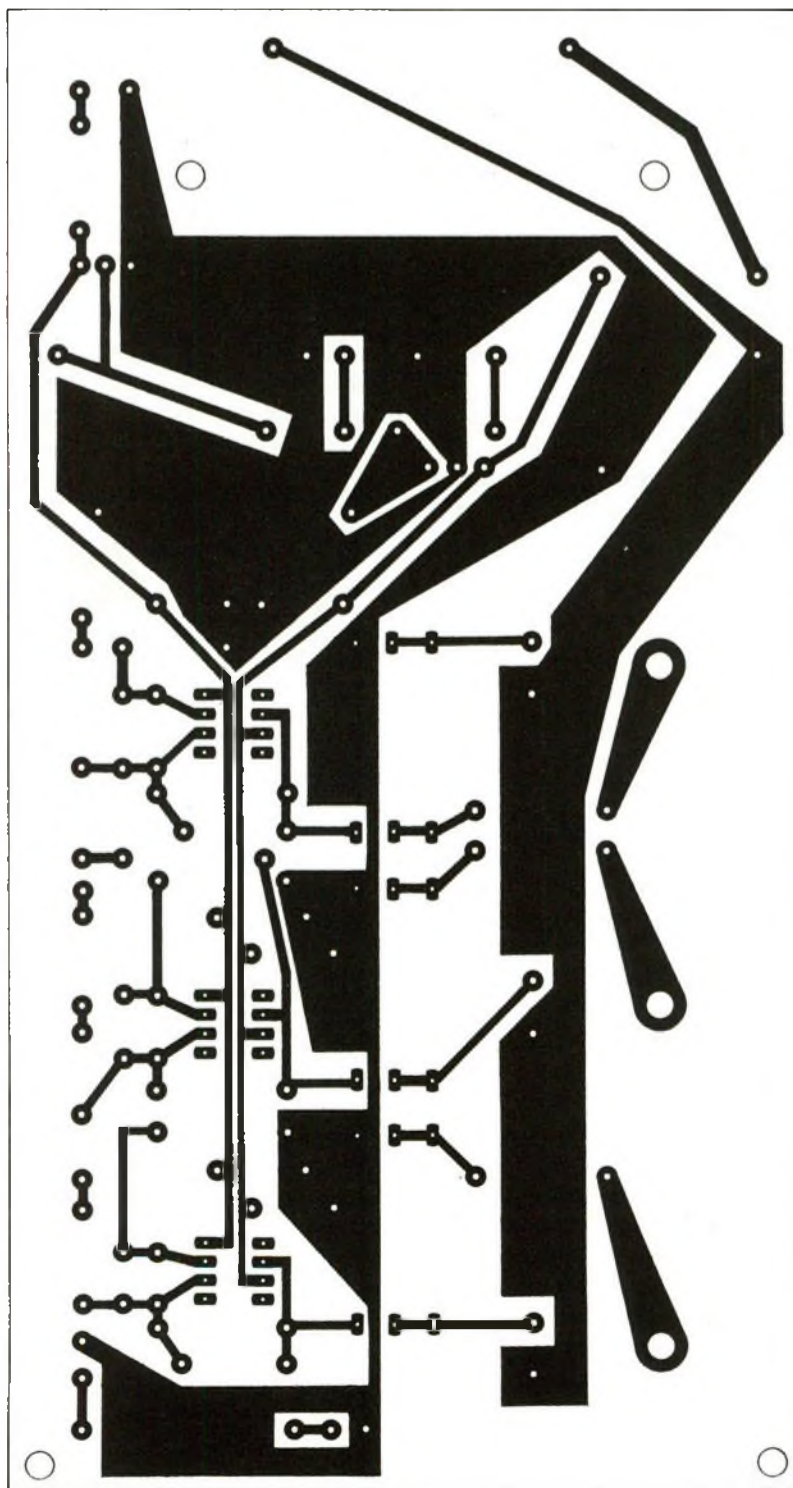
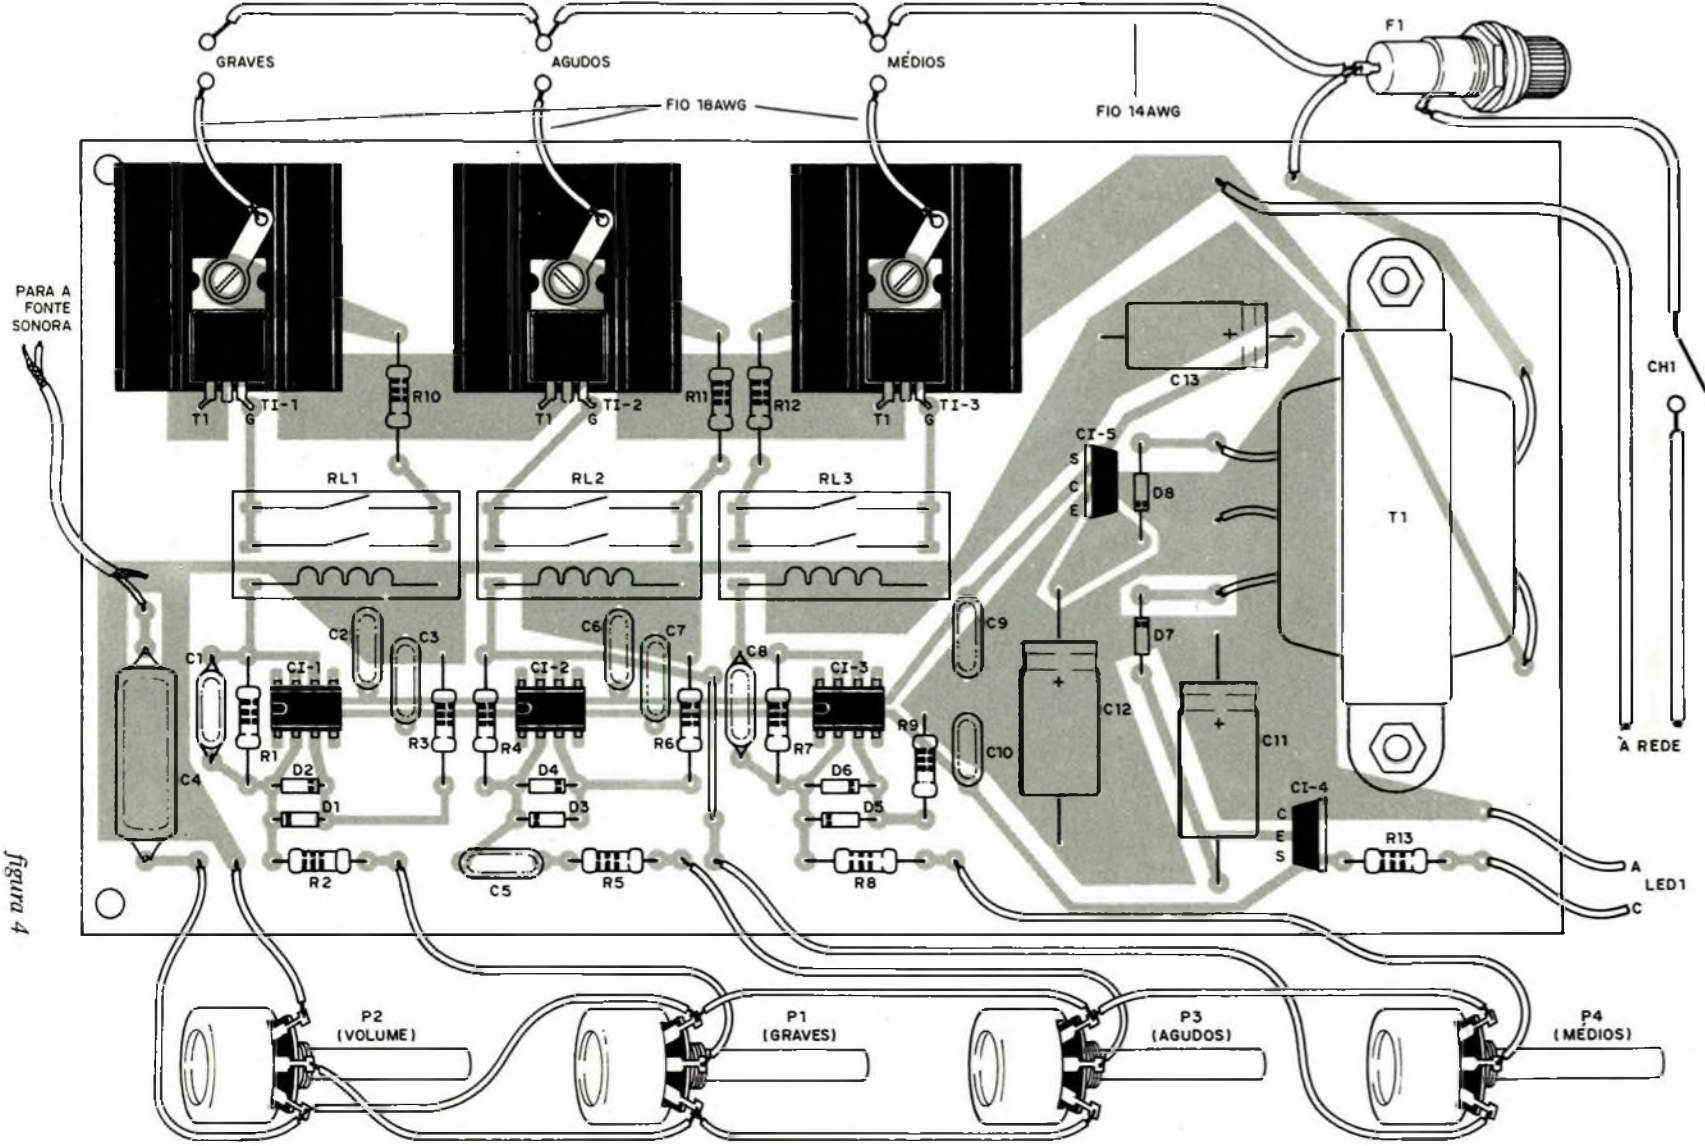

figura 3
Figura 4
A figura 3 mostra, em tamanho real, o lado cobreado de uma possível placa de circuito impresso, a qual se tornará a base de sustentação dos componentes do aparelho. É claro que ela não é única, mas dela podem ser retirados informes para a confecção de uma outra distribuição de componentes de acordo com as dimensões da caixa utilizada para alojar o conjunto; essa caixa pode ser metálica e do tipo padronizado existente no mercado especializado, talvez nestes casos haja necessidade de comprimir um pouco mais os componentes, já que, como se verá, eles se encontram relativamente bem afastados uns dos outros.
Outro ponto a se observar é quanto à furação destinada à fixação dessa plaqueta, figura 3: no caso devem ser utilizados os quatro furos de maior diâmetro, sendo que o par à direita também se destina a fixação do transformador da fonte de alimentação à plaqueta e esta última à caixa.
Caso seja obedecido o desenho da fiação impressa mostrado na figura 3, convém verificar antes se as dimensões dos componentes adquiridos são compatíveis com as
dimensões estabelecidas nessa mesma figura através da furação. Para tal basta analisar a figura 4 onde é fornecida a montagem dos componentes na placa.
NOTA: O filete de cobre que interliga entre si o terminal T1 dos tiristores, figura 4, deve apresentar, pelo menos, a largura sugerida na figura 3 e se possível deve ser ampliada para que esse filete comum possa comportar com bastante folga a corrente solicitada pela carga.
- A saída da fonte sonora é interligada ao aparelho utilizando, preferencialmente, fio blindado tal qual ilustra o desenho da figura 4.
- Há necessidade de realizar uma "ponte" pelo lado não cobreado da plaqueta, utilizando para tal fio rígido encapado, o qual será disposto entre o resistor R6 e o capacitor C8 como bem o mostra a figura 4.
Atuando sobre P2 (potenciômetro de volume) irá decrescer, quase por igual, a luminosidade das lâmpadas, a qual poderá ser regulada individualmente: para a dos graves basta atuar sobre P1 (figura 4), para o ajuste dos médios primeiro ter-se-á de ajustar os agudos através do potenciômetro